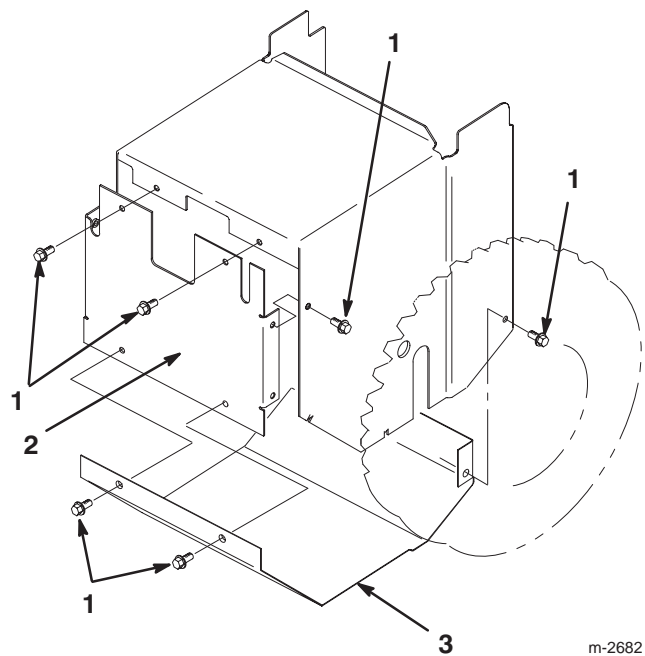

Figure 36
5. Enlevez les huit boulons de fixation des plaques de protection arrière et inférieure et déposez celles-ci (Fig. 36).